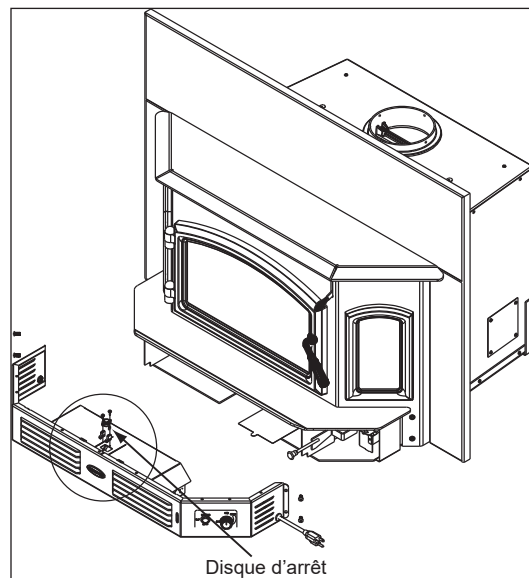

Figure 23.2 Emplacement du disque d'arrêt
1. L'ensemble de support du disque d'arrêt est situé au-dessus du boîtier du ventilateur. **Figure 23.2.**